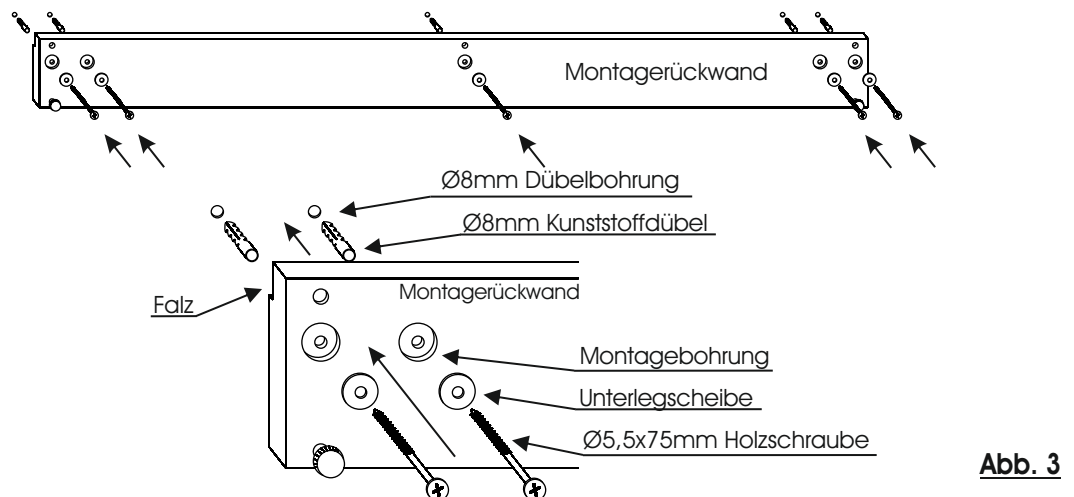

Abb. 3
6. Bohren Sie die Dübellöcher mit einem Ø8mm Bohrer und montieren Sie die Montagerückwand mit den Ø8mm Kunststoffdübeln, Unterlegscheiben und Ø5,5x75mm Holzschrauben waagrecht an die Zimmerwand. (Abb. 3)
3. Verschrauben Sie mit Hilfe der 4x25mm Schrauben das Schubkastenvorderstück mit der Schubkastenzarge. (Abb.3)
3. Nachdem Sie die Kreuzplatten und den Tip-On Beschlag montiert haben, können Sie die Türen einhängen. (Abb. 3) Durch Verstellen der Einstellmöglichkeiten an den Topfbändern und dem Tip-On Beschlag richten Sie die Front aus.